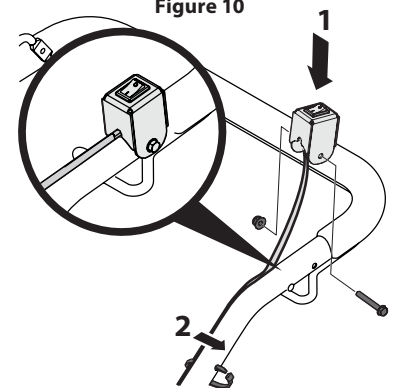

Figure 11
- Fixez l'interrupteur d'arrêt d'urgence sur le côté gauche du guidon avec un boulon 10-32 : 1,50 et un écrou autobloquant à bride 10-32. Voir 1 de la Figure 11.
- Retenez le fil au-dessus du côté gauche du guidon avec une attache insérée dans le trou près de l'étiquette sur ce côté. Voir 2 de la Figure 11.